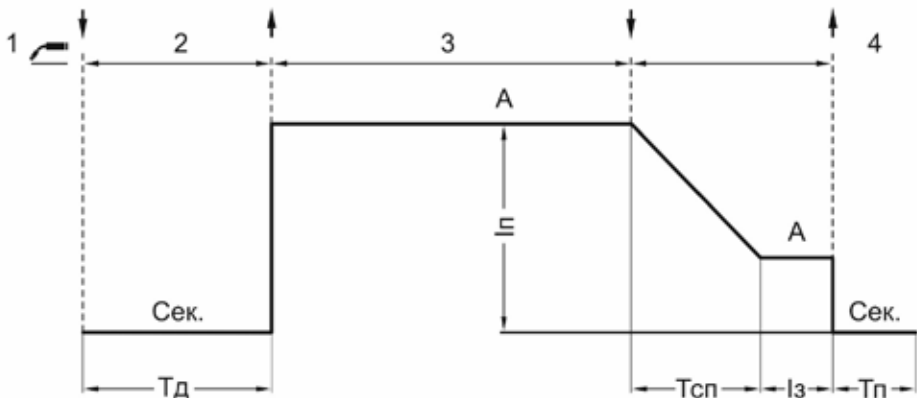

Рис. 7.2.2. Режим работы аппарата 4Т.
**Четырехтактный режим (4Т)** рекомендуется использовать при длине сварочных швов свыше 200 мм (см. рис. 7.2.2).